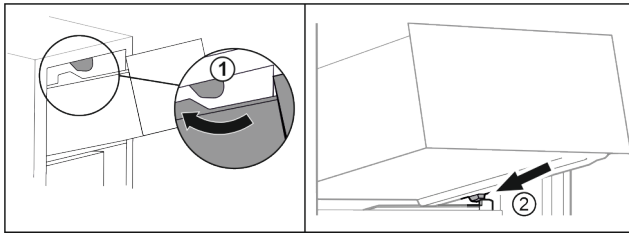

Fig. 69
- ▶ Schubfach um die oberen Stopper herumführen. Fig. 69 (1)
- ▶ Schubfach schräg hinter den unteren Stoppfern auf Behälterrippe aufsetzen. Fig. 69 (2)